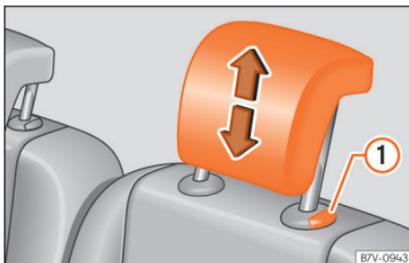

Abb. 157 Einbau der Kopfstützen der zweiten und dritten Sitzreihe.
- Bei gedrücktem Knopf die Kopfstütze »» » **Abb. 157** ① entnehmen.